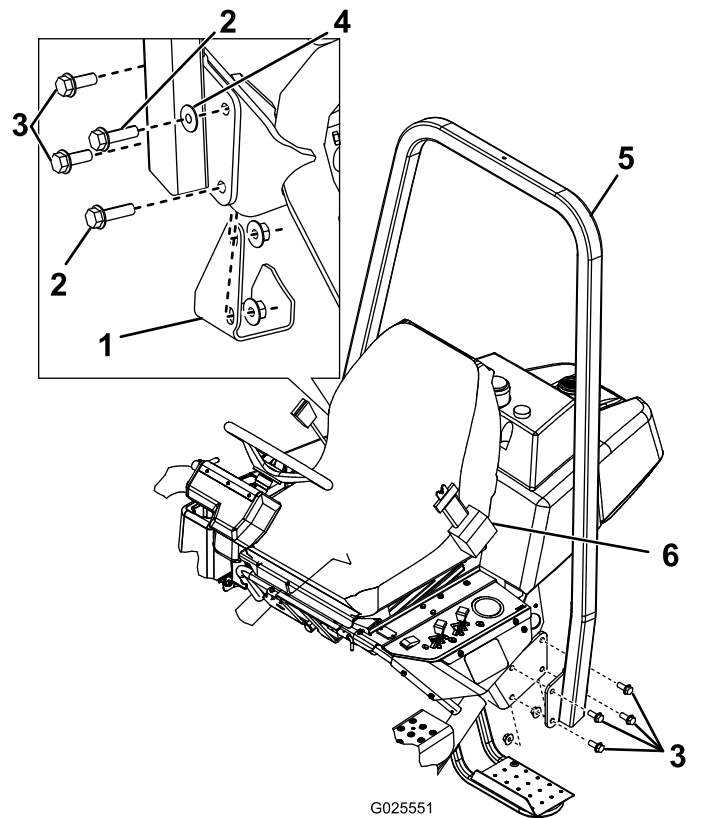

Figura 6
2. Baixe a estrutura ROPS (**Figura 6**) para os suportes de montagem, alinhando os furos de montagem.
3. Prenda o lado esquerdo da barra de segurança ao suporte de montagem com 4 parafusos (½ pol. x 1,5 pol.) e porcas de bloqueio (**Figura 6**).
4. Prenda o lado direito da barra de segurança e o tapete do macaco previamente removida ao suporte de montagem com 2 parafusos (½ pol. x 1,5 pol.), 2 parafusos (½ pol. x 1,75 pol.), 1 anilha e porcas de bloqueio como se mostra na **Figura 6**.
Importante: Certifique-se de que instala a anilha no local correto como se mostra na **Figura 6**.